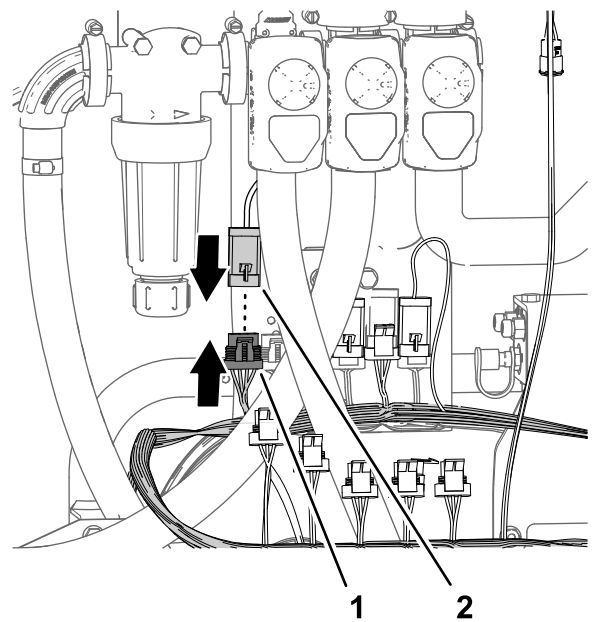

図 89
4. レートバルブ用アクチュエータの4ピンコネクタを、89cm の枝線のRATE VALVEというラベルの付いた4ソケットコネクタに接続する図 89。